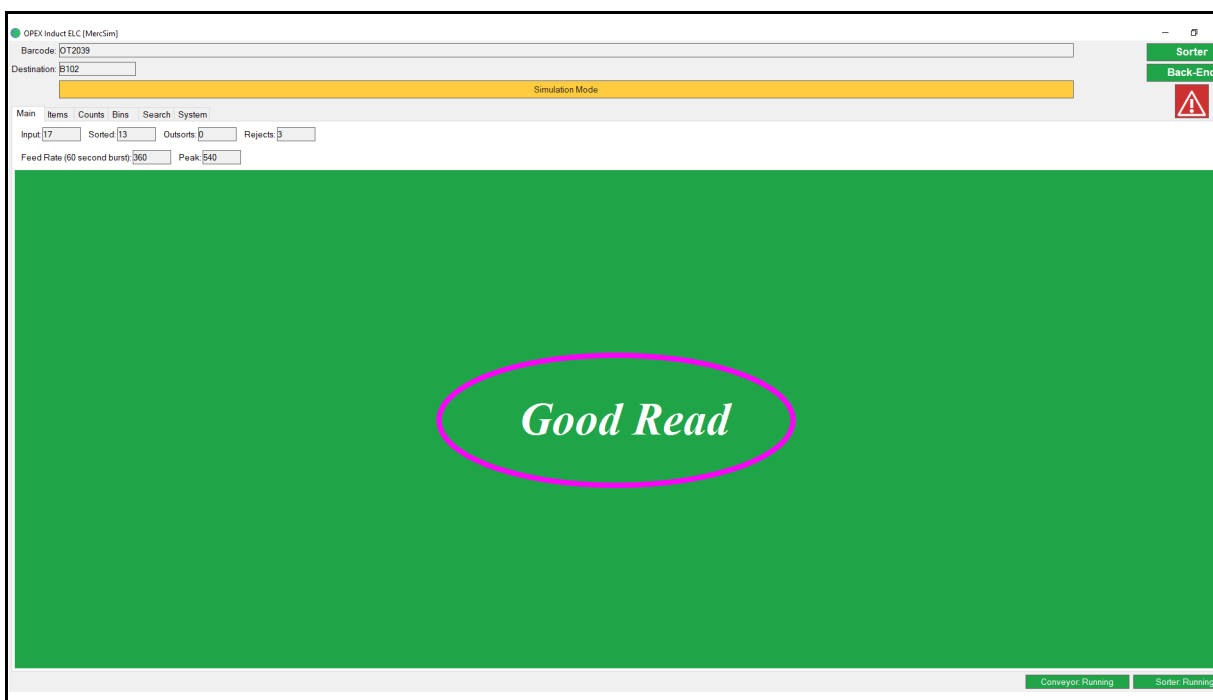

図 4-31: OPEX Induct ELC — 正常な読み取り
3. 各物品がスキャンされ、バーコードが取得されます。バーコードの読み取りに成功すると、「Good Read」（正常な読み取り）が表示されます（143ページの図 4-31 を参照）。